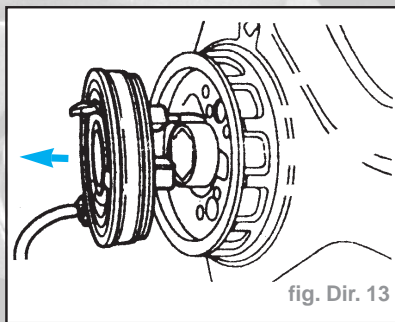

fig. Dir. 13
- Centrer le ressort spiralé (fig. Dir. 13) :